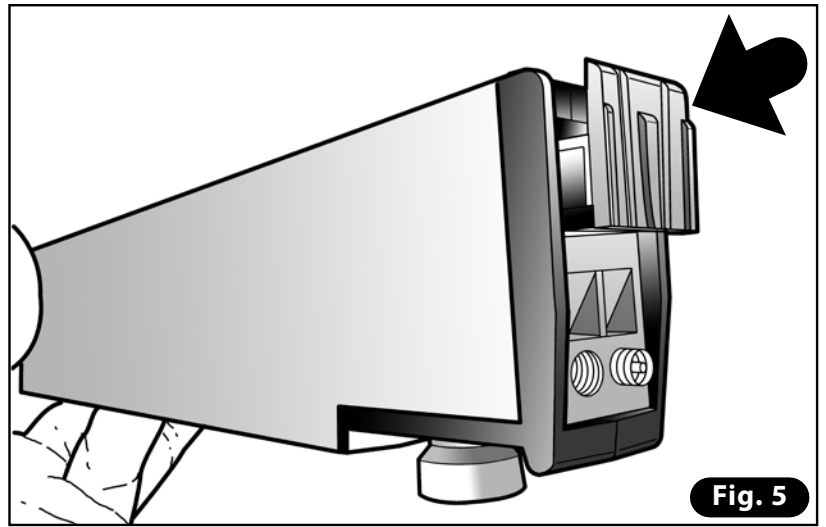

Fig. 5
- 5) Enlever la vieille résistance en faisant attention à laisser les deux compresseurs en laiton et leurs ressorts à leur place (Fig. 5).